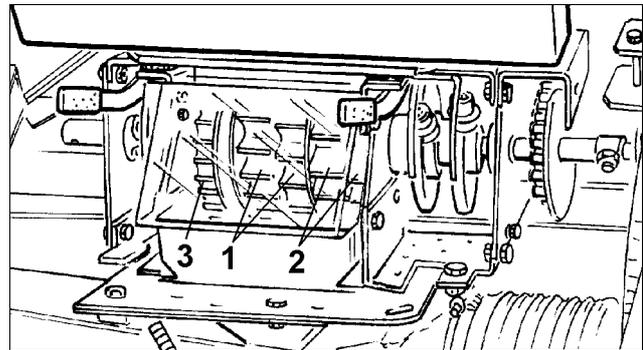

Fig. 59
- ein weißfarbenedes Hauptsärad (Fig. 59/1)
- ein orangefarbenes Hauptsärad (Fig. 59/2)
- ein rotschwarzfarbenes Feinsärad (Fig. 59/3).